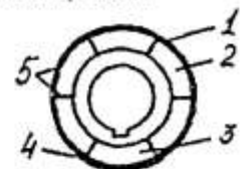

Рис. 2
6.2 Разложите огнеупорные кирпичи без применения смеси так, как показано на рис.2. Уменьшите их размеры в тех местах, где эта потребуется, с таким расчетом, чтобы между кирпичами был небольшой зазор. Кирпич меньшего размера устанавливается над дверцей и не должен выступать за ее пределы.